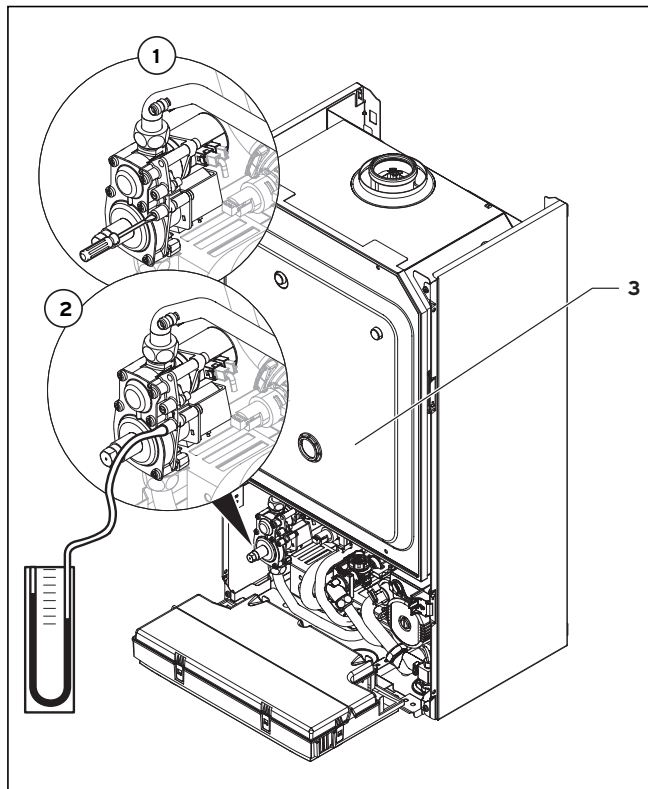

Рис. 6.4 Проверка давления подключения
Для проверки давления подключения соблюдайте следующий порядок действий (см. рис. 6.4):
- Ослабьте четыре винта крышки камеры (3 на рис. 6.4) и снимите ее.